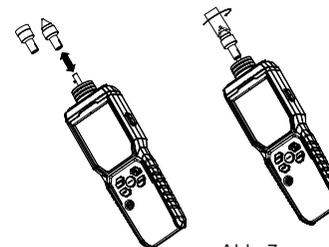

Abb. 7
3. Berührend---RPM/Hz Messung (Abb. 7)